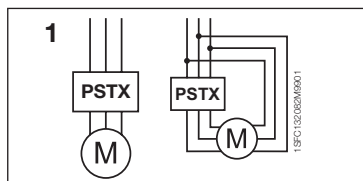

Abbildung 1: In Reihe, Wurzel-3-Schaltung
2. Verbinden Sie die Klemmen mit dem Hauptstromkreis: Klemmen 1L1 - 3L2 - 5L3 mit der Netzseite und die Klemmen 2T1 - 4T2 - 6T3 mit der Motorseite. Verwenden Sie eine Drahtverbindung für PSTX30...105, siehe Abbildung 1 in der Grafik 7 und einen Klemmenanschluss für PSTX142...1250, siehe Abbildung 2 in Grafik 7. Die PSTX-Softstarter können sowohl „in Reihe“ als auch über eine „Wurzel-3-Schaltung“ verbunden werden, siehe Abbildung 1.